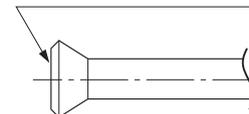

Fig. 1
- Al conectar la tubería al acondicionador de aire, asegúrese de utilizar una llave inglesa y una llave de torsión tal y como se muestra en la Fig. 1.